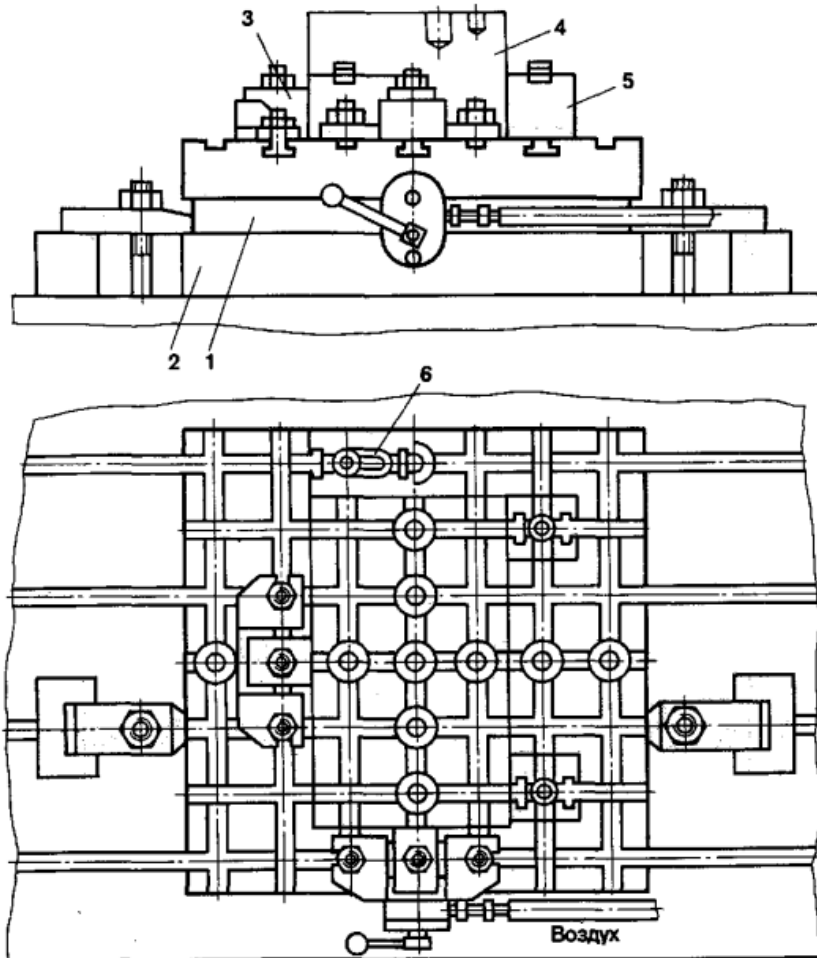

Рис. 40
5. Составьте описание конструкции и принципа действия приспособления по рис. 40.